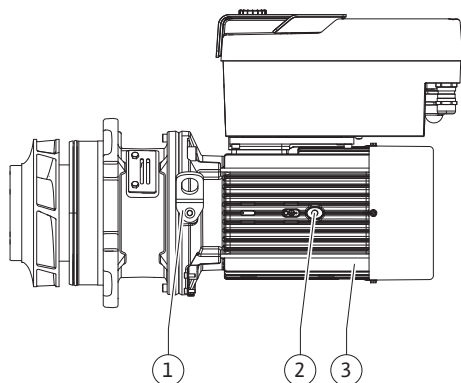

Fig. 108: Окомплектовка
13. Поставете окомплектовката (виж Fig. 108) в корпуса на помпата в старата или друга желана ъглова позиция. Спазвайте допустими монтажни положения на компонентите (виж глава „Допустими монтажни положения и промяна на разположението на компонентите преди монтажа“ [► 26]).